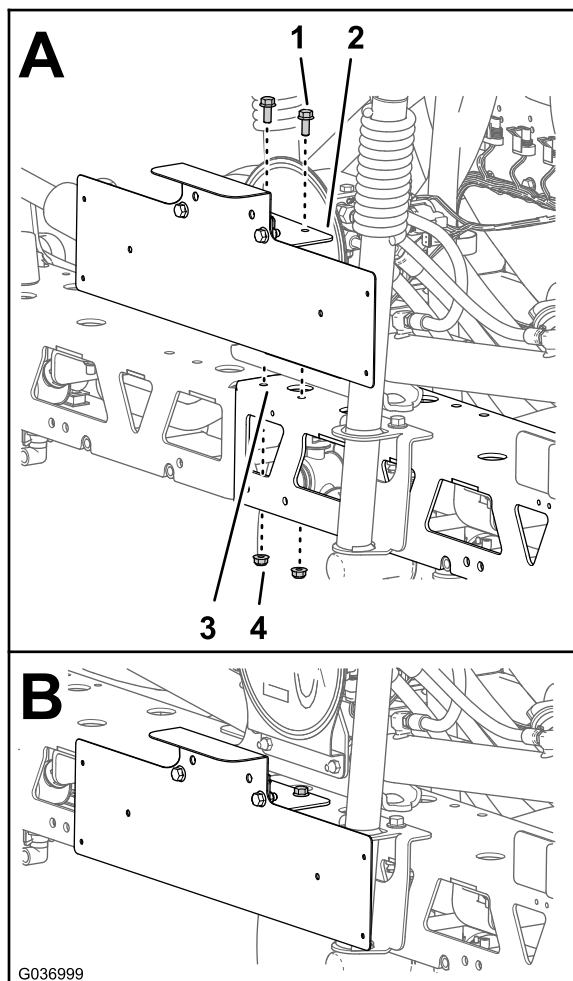

Figura 16
2. Alinhe os furos no suporte de apoio com os furos na estrutura da secção da rampa central (A de Figura 16).
3. Monte o suporte de apoio na secção da rampa central (B de Figura 16) com dois parafusos de cabeça flangeada (5/16 x 3/4 pol.) e duas porcas flangeadas (5/16 pol.).